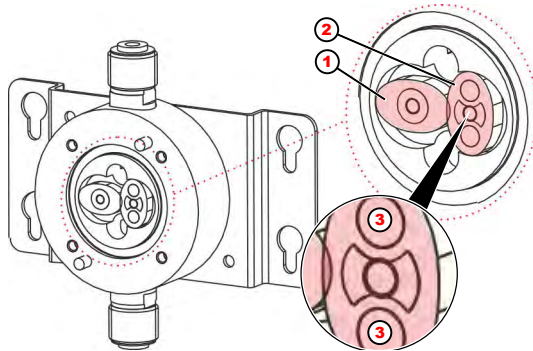

Abb. 6: Ovalradzähler
Die Ovalräder müssen so eingesetzt werden, dass sie genau 90° zueinander versetzt sind (Abb. 6, Pos. 1 + Pos. 2) .
1. ➔ Ovalräder nach Reinigung / Austausch 90° versetzt zueinander einbauen (Abb. 6, Pos. 1 + Pos. 2) .
Das Ovalrad mit den eingeschweißten Magneten (Abb. 6, Pos. 2) muss unter dem Sensor im Deckel positioniert sein. Die Plättchen auf diesem Ovalrad müssen nach unten zeigen!